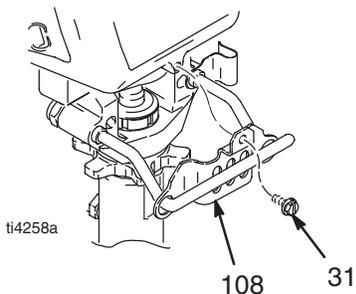

Abb. 8
1. Die Pumpe (13) spülen.
3. Abb. 8. Die Schraube (31) entfernen und die Kolbenstangenabschirmung (108) nach vorne schieben.